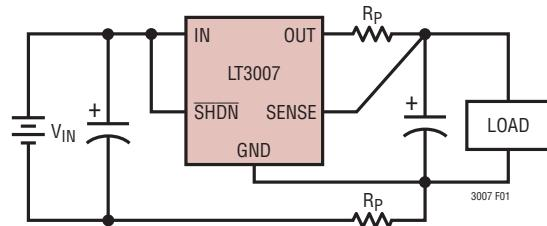

図1. ケルビンセンス接続
**SENSE(ピン8)** : SENSEピン。LT3007の固定出力電圧バージョン(LT3007-1.2、LT3007-1.5、LT3007-1.8、LT3007-2.5、LT3007-3.3、LT3007-5)では、SENSEピンがエラー・アンプの入力になります。SENSEピンをレギュレータのOUTピンに接続すると、最適なレギュレーションが得られます。精度要求が厳しいアプリケーションの場合、レギュレータと負荷の間のPCトレース抵抗(RP)によって生じる小さな電圧降下は、図1(ケルビンセンス接続)に示すとおりSENSEピンを負荷の出力に接続すれば排除できます。外部PCトレースで生じる電圧降下が、レギュレータのドロップアウト電圧に追加されることに注意してください。SENSEピンのバイアス電流は公称定格出力電圧で1μAです。このピンは(レギュレータの負荷が負電源に戻される両電源システムと同様に)出力をグランドよりも下に引き下げることが可能ですが、それでもデバイスを起動して動作させることができます。